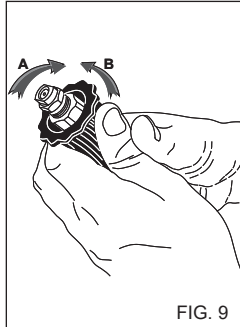

FIG. 9
**ANVÄNDA DET REGLERBARA HUVUDET (Fig. 9)**